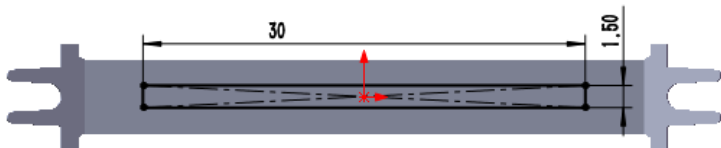

图 15.2.22 横断面草图
② 定义横断面草图。在草图环境中绘制图 15.2.22 所示的横断面草图。
(3) 定义切除深度属性。在“切除—拉伸”对话框 **方向 1** 区域的  下拉列表中选择 **给定深度** 选项，选中 ☒ **与厚度相等(L)** 复选框与 ☒ **正交切除(N)** 复选框。其他选择默认设置值。
(4) 单击  按钮，完成切除—拉伸 1 的创作。